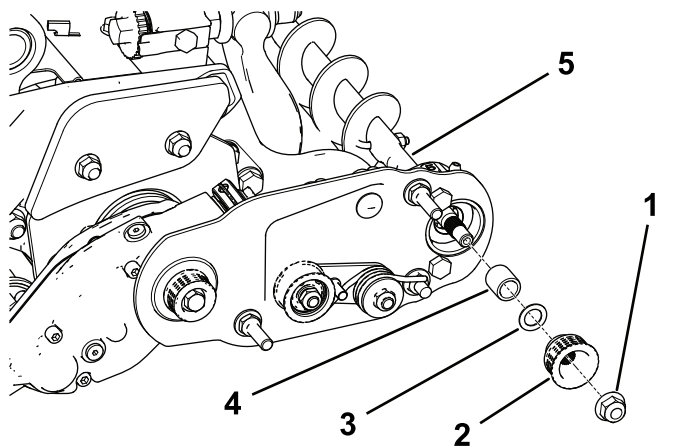

Рисунок 23
3. Отверните контргайку крепления ведомого шкива к валу щетки (Рисунок 22 или Рисунок 23).
4. Снимите ведомый шкив с вала (Рисунок 23).
5. Если необходимо сместить шкив наружу, добавьте одну шайбу толщиной 0,8 мм (Рисунок 23).
6. Установите шкив, как показано на Рисунок 23.